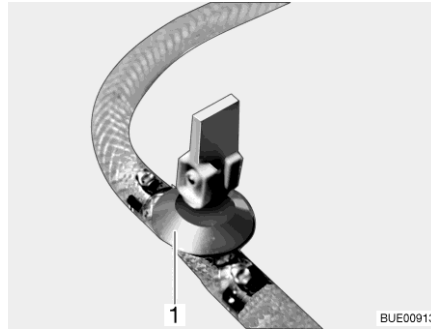
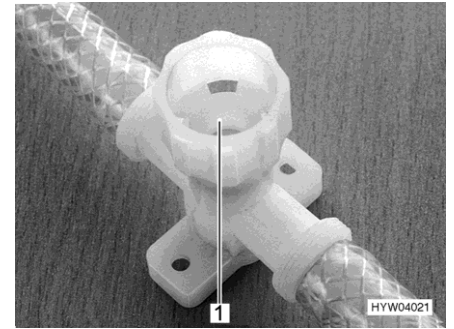

Bild 281 Avtappningskran (med vipparm)
Bild 282 Avtappningskran (med vrid)
- Öppna alla avtappningskranar. Ställ för detta avtappningskranens vipparm (Bild 281,1) lodrätt eller vrid avtappningskranens kran (Bild 282,1) moturs.